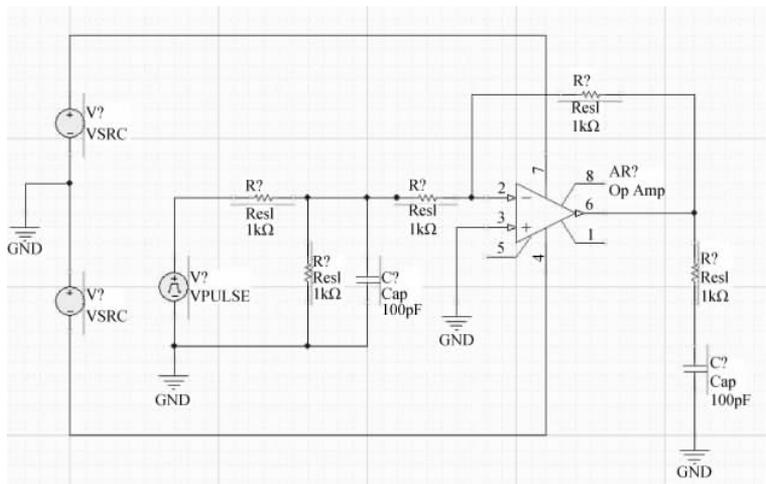

图 3-38 连接电路元器件和信号源
(4) 单击 AD 主界面下工具栏内的连线按钮,将这些元器件和信号源按照图 3-38 所示的方式进行连接。